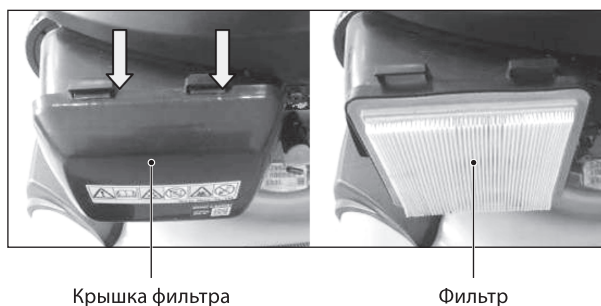

Рис. 14
1. Нажмите на две защелки в верхней части крышки фильтра. Откройте крышку фильтра (рис. 14).